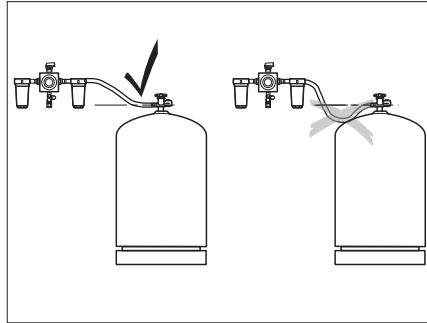

Bild 85 Dragning av högtrycksslangarna
- ▷ Vid dragning av högtrycksslangarna är det viktigt att de ständigt stiger (Bild 85).